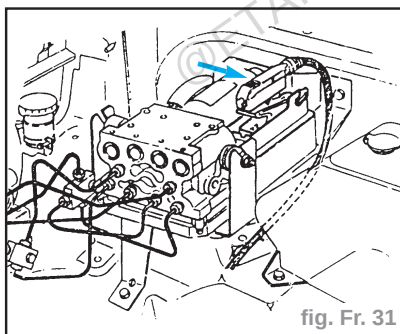

fig. Fr. 31
- Débrancher la fiche de faisceau de câbles (flèche) (fig. Fr. 31).
- La fiche de faisceau de câbles (flèche) (fig. Fr. 31).